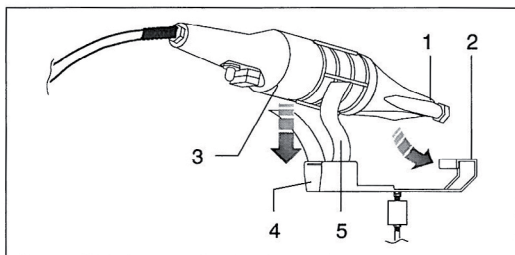

FIG.22 (Montage support talochieuse)
- 1) Positionner la poignée de soutien de la talochieuse (**FIG.22-Réf.1**) dans le siège de support approprié (**FIG.22-Réf.2**);
- 2) Placer la talochieuse (**FIG.22-Réf.3**) dans le support (**FIG.22-Réf.4**) et la fixer avec le ruban avec velcro (**FIG.22-Réf.5**);